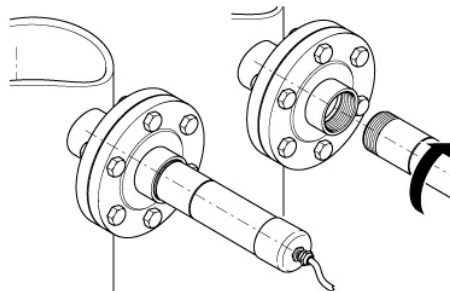

Рис. 4: Монтаж с помощью фланца
- быть закреплен фланцем (рис. 4)